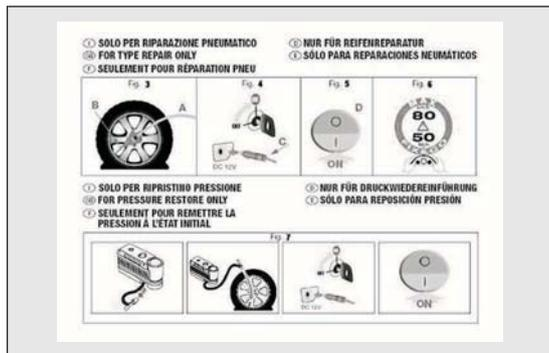

fig. 136
- pieghevole informativo (vedere fig. 136), utilizzato per un pronto uso corretto del kit di riparazione rapida e successivamente consegnato al personale che dovrà maneggiare il pneumatico trattato con il kit di riparazione pneumatici;